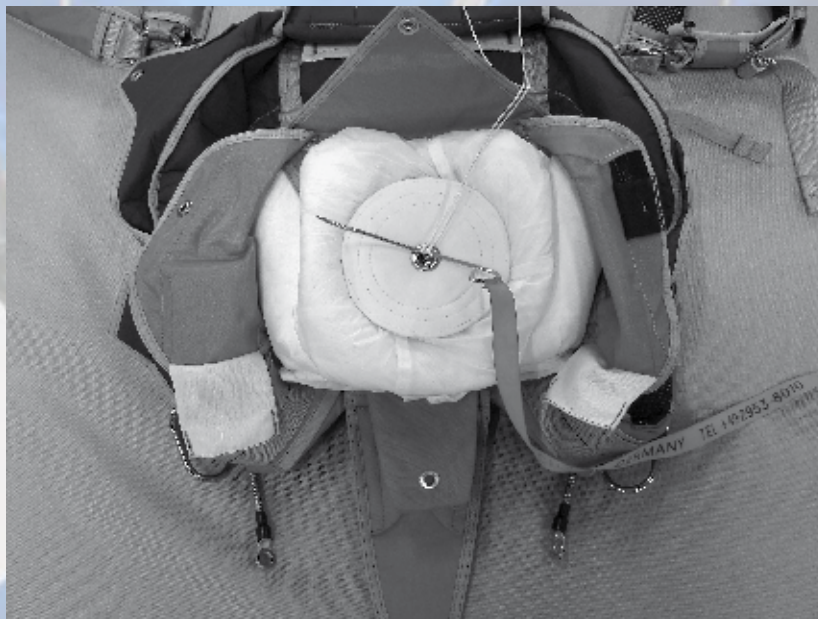

Fig 7
Verrouillez avec la broche. (Fig 7)
*Lock using temporary pin. (Fig 7)*